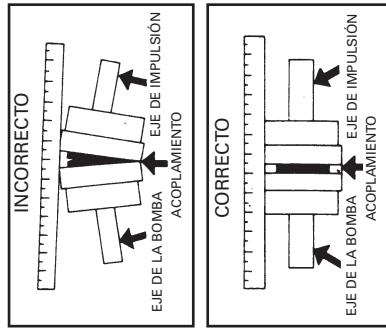

FIGURA 5
7. Para asegurar una alineación paralela (figura 5) coloque una regla a lo largo del costado de ambas mitades de acoplamiento en dos puntos diferentes, separados 90°. El acoplamiento